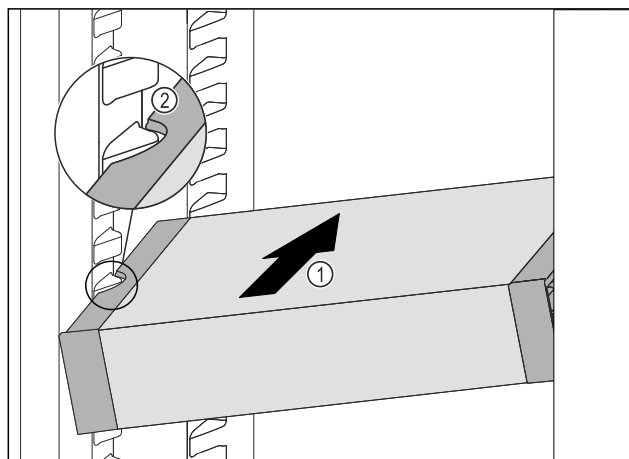

Fig. 194
- ▶ 将 VarioSafe 斜插入冷藏区中 Fig. 194 (1)，直至 VarioSafe 的侧部凹槽 Fig. 194 (2) 与冷藏区中的容器肋梁持平。